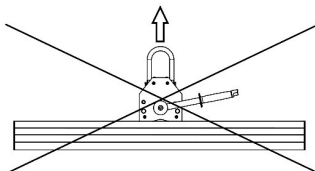

Abb. 14
- mehr als eine Last gleichzeitig zu heben (Abb. 14).